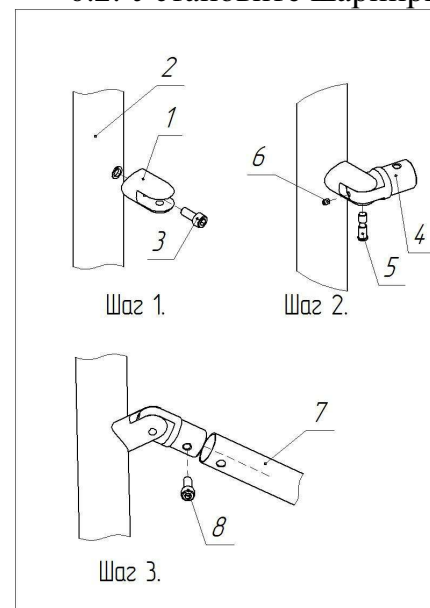

Рис.1 Схема сборки шарнира на стойке
6.2. Установите шарниры на стойке калитки согласно рис.1.
Закрепите вилку **1** (обозначения позиций см. **рис.1**) шарнира на стойке **2** с помощью винта **3** (М8х20).